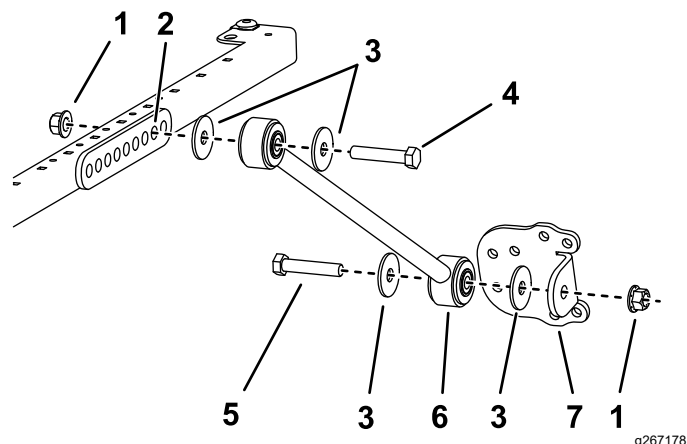

Bild 34
- Modelle 30446, 30446N, 30447 und 30447N: Befestigen Sie eine Strebe an jeder Seite des Sonnendachrahmens mit einer Schraube ($\frac{1}{2}$ " x $2\frac{1}{2}$ "), einer Scheibe ($\frac{1}{2}$ ") und einer Bundmutter ($\frac{1}{2}$ ") lose im **zweiten** Loch der Strebenhalterung, wie in Bild 34 abgebildet.